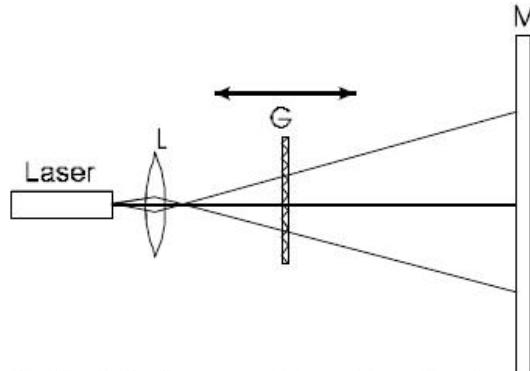

Fig. 6 Aufbau zur Beugung [G = Beugungsobjekt (Lochblende, Gitter), M = Mattglasschirm, L = Linse]
- Laser und Mattglasschirm einander gegenüberstehend mit möglichst großem Abstand auf der Metalltafel positionieren (siehe Fig. 6).